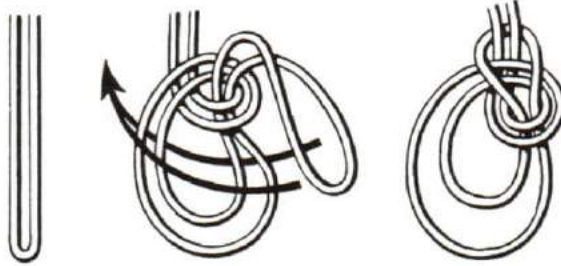

Figure 10-28
6. A Bowline on a Bight is tied using the end of a bight instead of the end of a rope. The method is the same except for the last step. This is shown in Figure 10-28. The length of the two loops formed can be adjusted to different lengths. It is sometimes used for lowering a man from aloft or over the ship's side. The shorter bight is placed under his arms and he sits in the longer one.
6. Le noeud de chaise double se confectionne avec l'extrémité d'une boucle au lieu de celle d'un cordage. La méthode est la même à l'exception du dernier temps (voir la figure 10-28). La longueur de chacune des deux boucles formées peut être modifiée. On l'emploie parfois pour descendre un homme de la mâture ou pour l'affaler le long du bord. L'homme se passe la boucle la plus étroite sous les aisselles et s'assoit dans la plus grande.